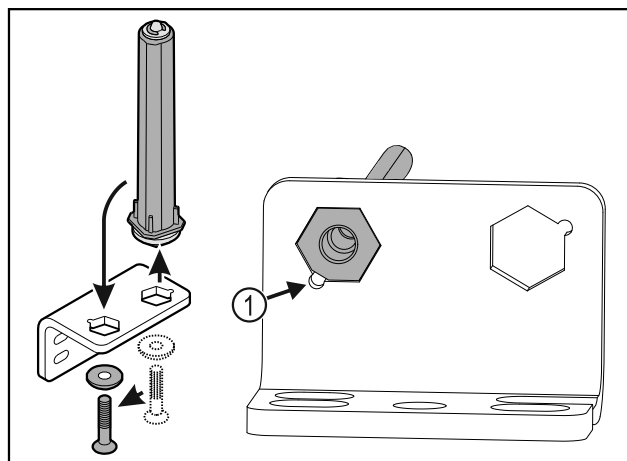

Fig. 19
- ▶ Pobrinite se za to da je prilikom umetanja zakošenje na svornjaku Fig. 19 (1) usmjereno prema okrugloj rupi.